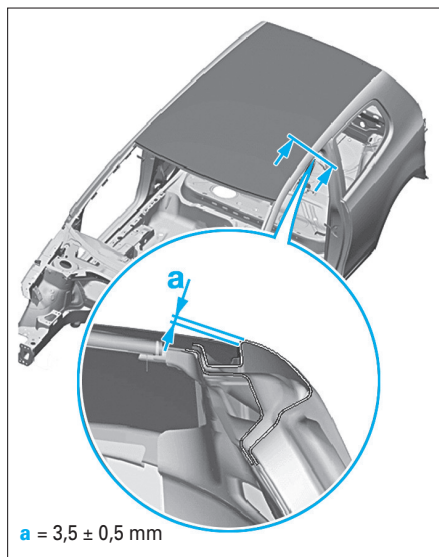

FIG. 109
- Contrôler l'affleurement du pavillon par rapport aux panneaux latéraux (Fig.109).